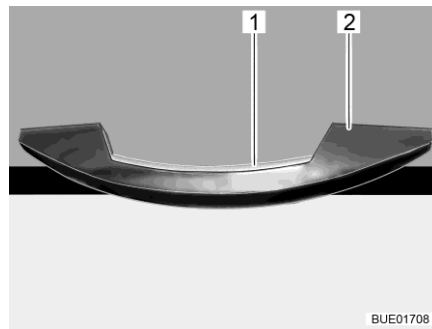
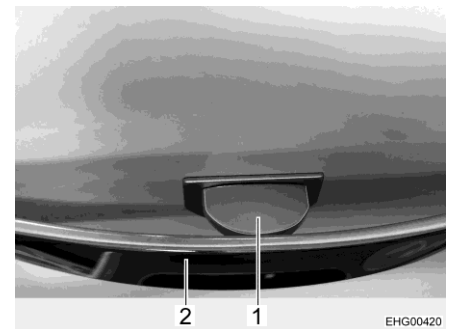

Fig. 66 Tirador con listón de desbloqueo (ejemplo)
Fig. 67 Tirador con pestaña de desbloqueo
- Pulsar y mantener pulsado el listón de desbloqueo (Fig. 66,1) o la pestaña de desbloqueo (Fig. 67,1).
- Tirar del tirador (Fig. 66,2 ó Fig. 67,2) hasta que la trampilla de mueble esté abierta.